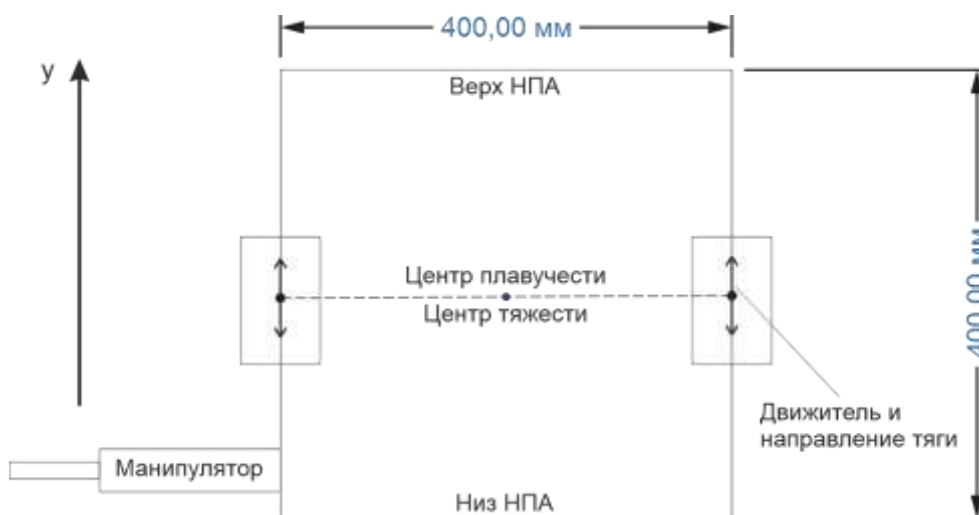

Рис. 1. Необитаемый подводный аппарат
8. Вася создал необитаемый подводный аппарат с нулевой плавучестью (рис. 1). Задача аппарата собирать объекты со дна водоёма. Для этого НПА необходимо наклоняться на угол 45 градусов по тангажу против часовой стрелки вокруг некоторого центра. Помогите Васе с расчётами, хватит ли тяги движителей для удержания угла? Выберите все правильные утверждения. Ответ запишите в виде последовательности цифр по возрастанию без пробелов, например, 1234.